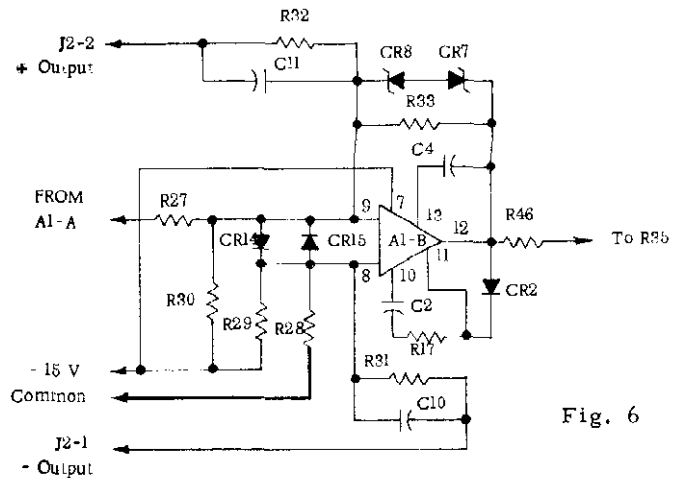

Fig. 6
**SECOND VOLTAGE AMPLIFIER Fig. 6**